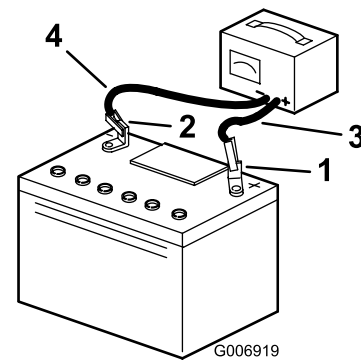

Figura 27
5. Desconecte los cables del cargador de los bornes de la batería (Figura 27).